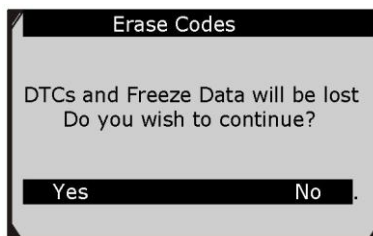

Рисунок 5-7
3. В случае нажатия кнопки **Yes [Да]** или **ОК** появится сообщение с просьбой подтвердить выбор. См. рисунок 5-7.